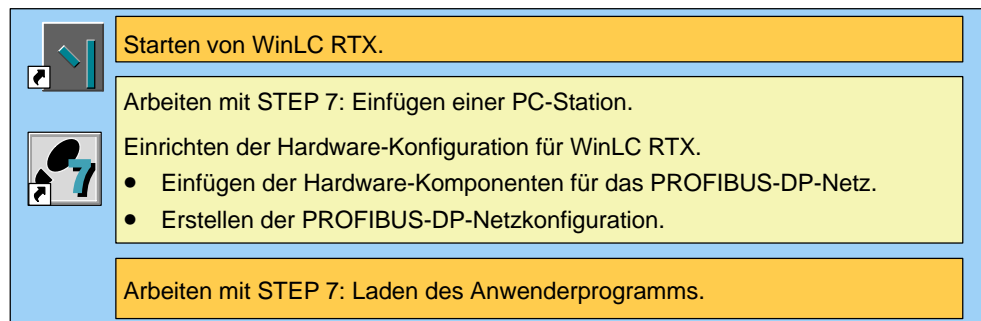

Bild 4-3 Konfigurieren von WinLC RTX mit STEP 7
Die Hardware-Konfiguration definiert die Adressen im Netz und die dezentrale Peripherie (DP) für den WinLC RTX Controller. Außerdem werden die voreingestellten Parameter für den Betrieb angegeben, z.B. die Mindestzykluszeit. Zum Konfigurieren von WinLC RTX arbeiten Sie mit der Programmiersoftware STEP 7 (siehe Bild 4-3):